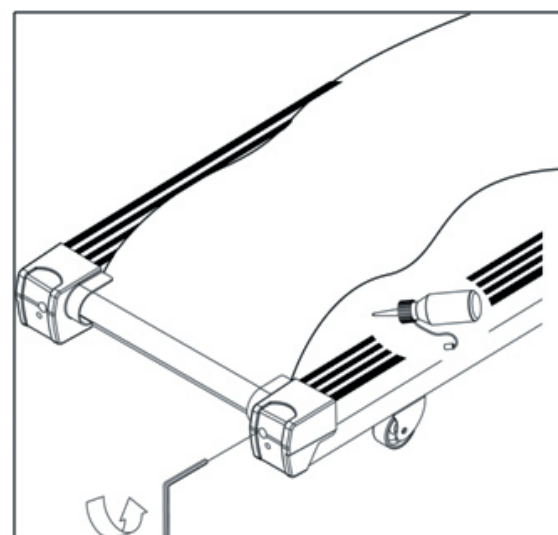

FIG. 23
- Sollevare il bordo del nastro dal lato sinistro (Fig. 23).